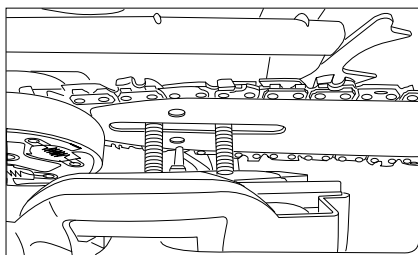

Fig. 9
9. Riposizionate il coperchio di protezione insieme con la falda del freno catena in modo che i bulloni si alzarono in progettato per loro aperture e la spina di regolazione della tensione della catena si alzo' in foro inferiore del pneumatico (fig. 9).